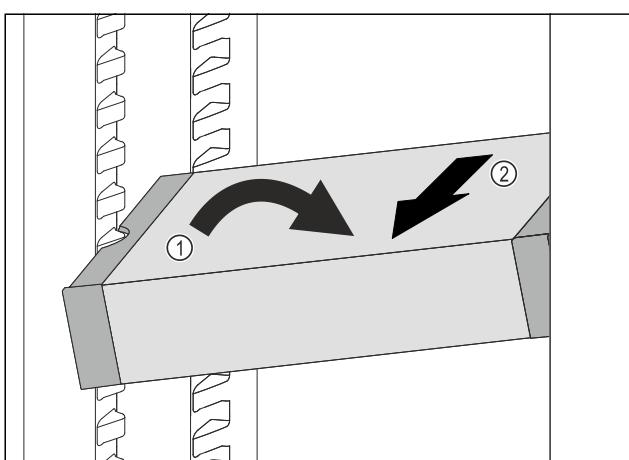

Fig. 117
► VarioSafe postavte v chladničke šikmo. Fig. 117 (1)
► VarioSafe vyberte dopredu. Fig. 117 (2)